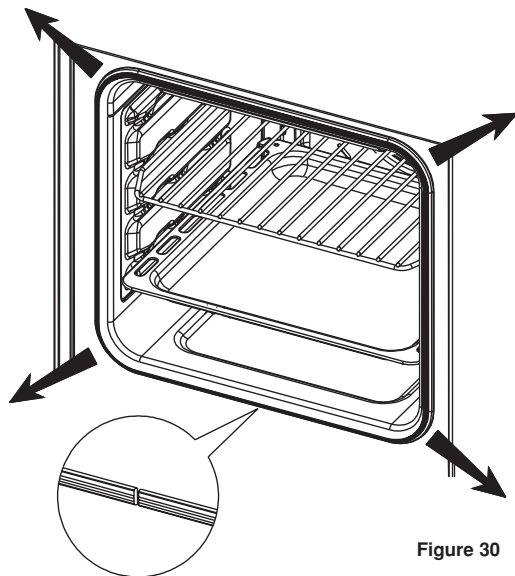

Figure 30
2. Enlevez l'ancien joint en sortant le joint des coins, un par un comme illustré à la figure 30.